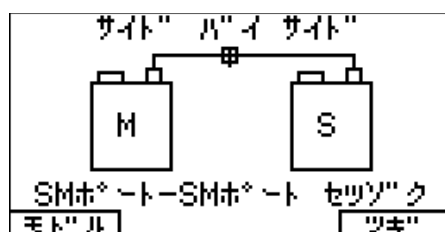

図 3.7.3-1 サイド バイ サイド画面
2. カンタンテストセットアップ画面 (図 3.7.2-2 参照) で、「サイドーサイド」を選択し、FUNCTION キーを押します。サイドバイサイド画面 (図 3.7.3-1 参照) が表示されます。